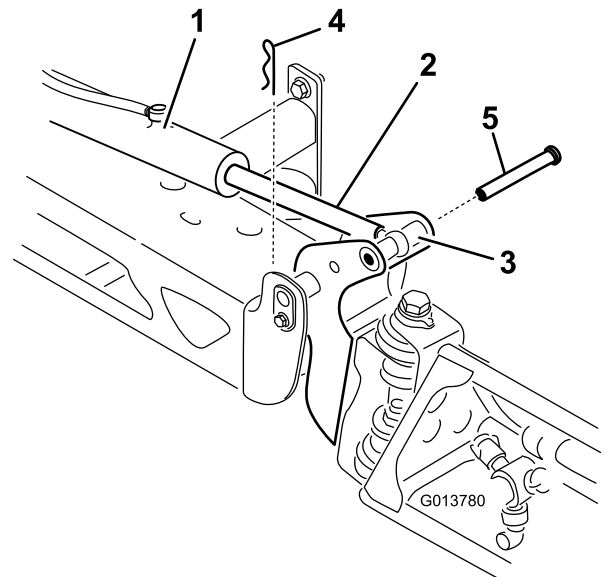

図 118
- ピボットピンからコッターピンを抜き取る 図 118。
- ブームを持ち上げて、ピンを外し 図 118、ブームをゆっくりと床面に降ろす。
9. ブームを支えながら、ブームのピボットとロッド端部の両方にピンを通す 図 118。